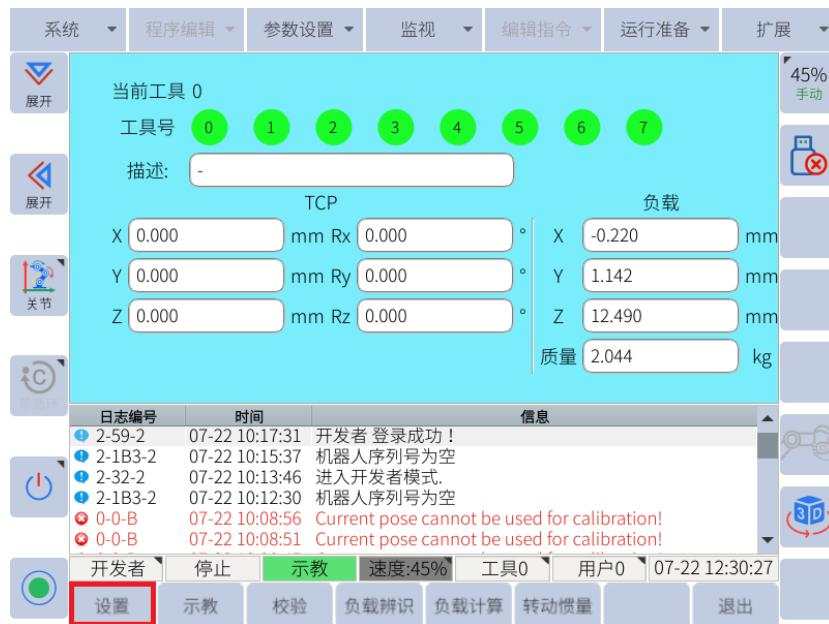

图 6-41: 计算结果界面
5. 先点击计算, 计算负载的质量以及质心位置, 再点击上一步, 可以查看计算结果, 计算结果界面同图6-41。
6. 点击设置, 将当前负载质量以及质心位置数据记录至相应的工具号, 如图6-41 所示。